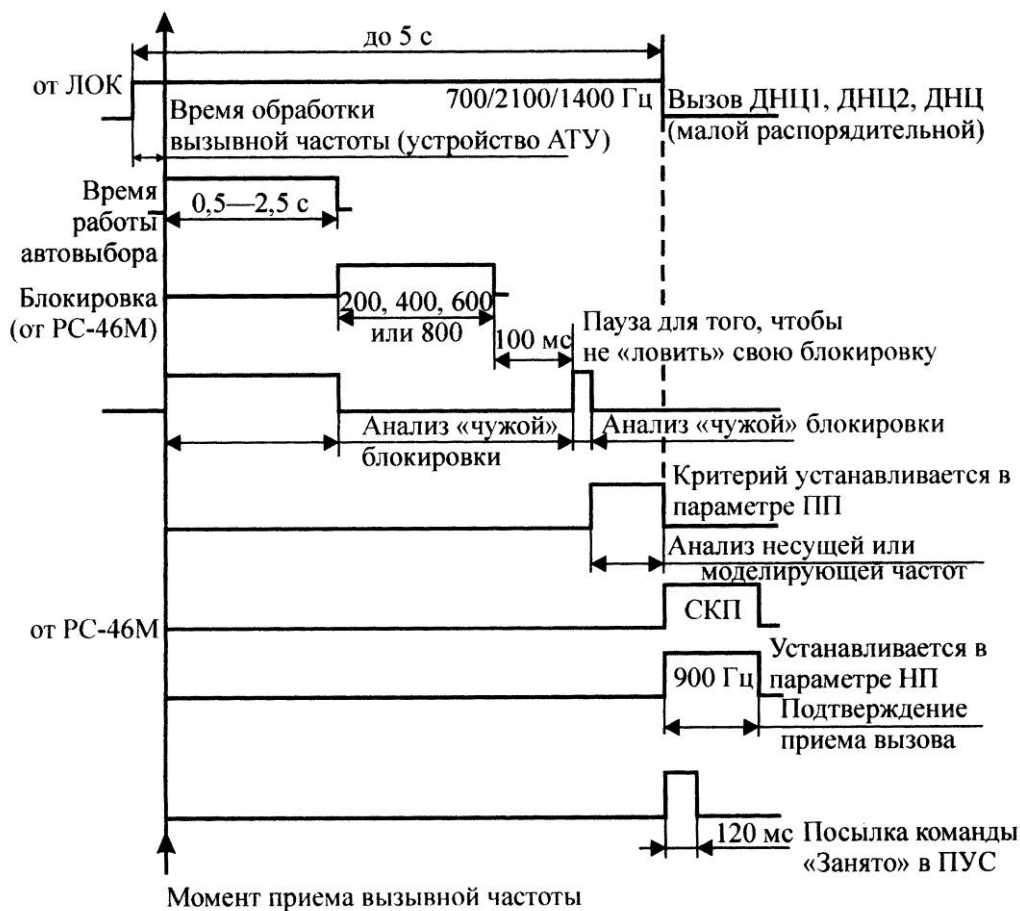

Рис. 5. Диаграмма установления связи ЛОК–ДНЦ
- ЛОК излучает несущую, модулированную частотой 700 или 2100 Гц (путь прохождения сигнала показан на временных диаграммах на рис. 5);